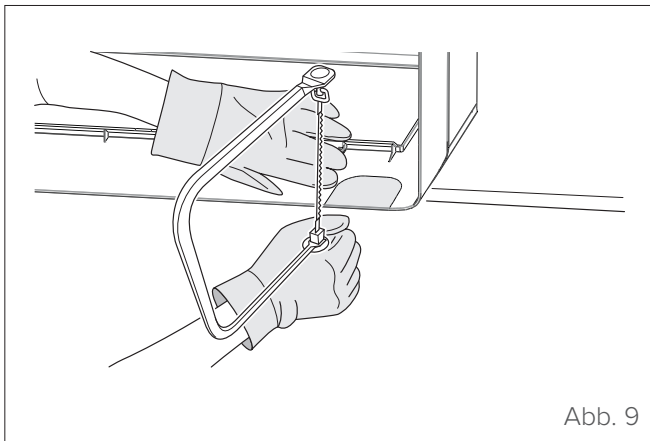

Abb. 9
- 2 Wenn sich die Wanddurchführung hinter dem Gerät befindet, das Ausbrechstück nicht entfernen. Falls die Wanddurchführung seitlich von der Inneneinheit angeordnet ist, das Ausbrechstück aus Kunststoff an der Geräteseite mit einer Stichsäge entfernen (siehe „Abb. 9“).